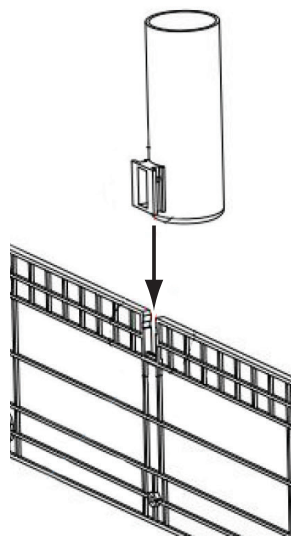

Figure 1
- Glisser les Tubes de Fixation dans chaque rail au sommet de la Structure de l'Organisateur (voir la figure 1). Ces Tubes ne sont pas censés être retirés; une force modérée peut être nécessaire. Vous entendrez un "clik" une fois en place.